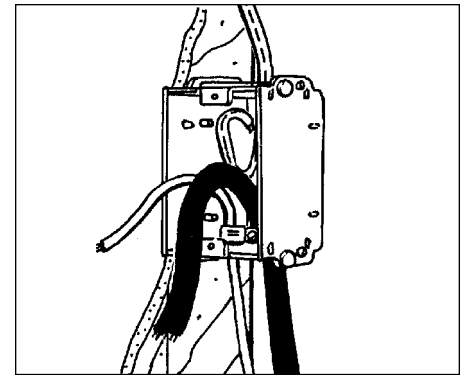

Figure 4
- Trim excess length of supply branch circuit, cold lead and temperature sensor cables, as necessary, leaving about 6" projecting from the ECB, see Figure 4. Relocate ID tags for cold leads in ECB.
- Couper la longueur excédentaire des fils d'alimentation, des conducteurs froids et du fil du capteur de température, au besoin, en laissant des longueurs d'environ 15 cm (6 pouces) à l'extérieur du boîtier (voir la figure 4). Remettre en place les étiquettes d'identification des conducteurs froids dans le boîtier.